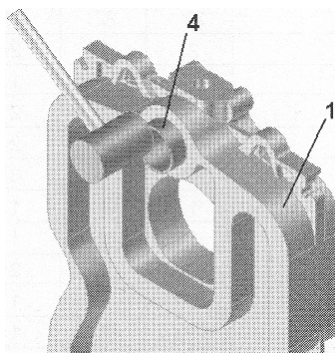

Рис.4
3. Вставьте конические ниппели (4) в верхнее и нижнее посадочные места и аккуратно, постукивая киянкой, поставьте их плотно на место (Рис.4). В моделях с 10, 11 и 12-тью чугунными секциями первые четыре конических ниппеля, начиная отсчет с задней секции, должны быть длиной 104 мм и направлены своей удлиненной частью к фронтальной стороне котла.